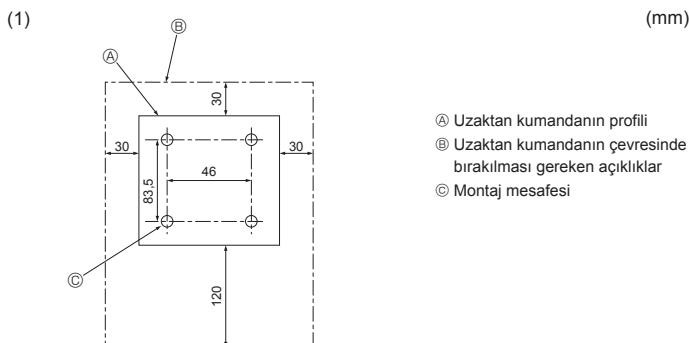

Fig. 6-2
6.2. Uzaktan Kumanda (Fig. 6-2) Kablolu Uzaktan Kumanda İçin